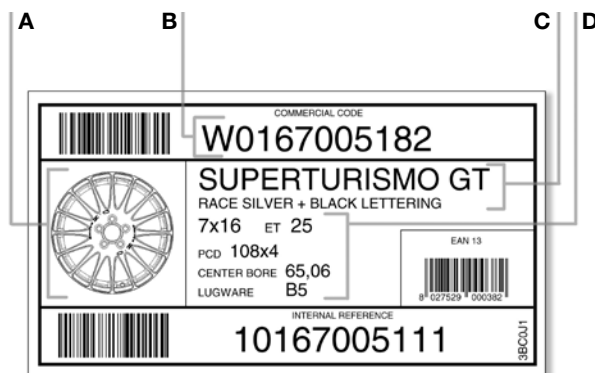

Abb. 1 - Identifizierung
- Übereinstimmung der Lieferung mit der Bestellung überprüfen; dazu Aufkleber außen am Karton kontrollieren (Abb. 1)